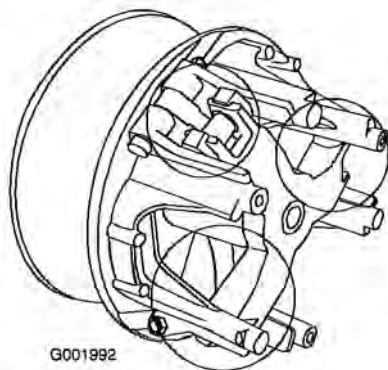

Figura 56
- Lubrique las piezas en movimiento en las zonas indicadas en Figura 56 usando Spray Lubricante Seco Toro, disponible a través de su Distribuidor Autorizado Toro.